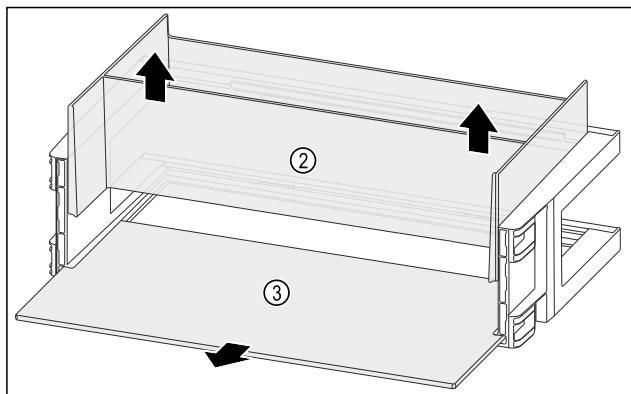

Fig. 116
- ▶ Odoberte organizátor Fig. 116 (2) nahor.
- ▶ Odoberte odkladaciu plochu Fig. 116 (3).